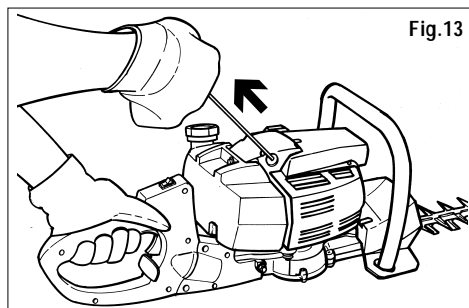

Fig.13
7) Træk op til 3 gange i håndtaget på tændingssnoren (fig.13).
9) Træk i tændingssnoren (fig.13) indtil motoren sættes i drift.